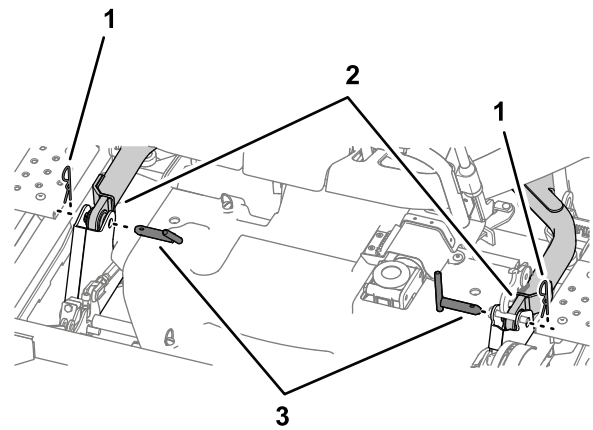

Figura 115
10. Retire los 2 pasadores de seguridad y los 2 pasadores de horquilla que fijan los brazos de elevación a cada lado de la carcasa de corte (Figura 115).
6. Instale el pasador de seguridad y el pasador de horquilla que fijan los brazos de elevación a cada lado; consulte la Figura 115 en Retirada de la carcasa de corte \(página 76\).